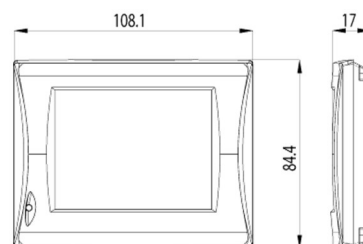

Рисунок 3 - Пульт управления
3.3.1 При подаче электропитания на вентиляционную установку прозвучит звуковой сигнал, оповещающий о готовности к работе, затем ВУ перейдет в дежурный режим. Управление установкой осуществляется с пульта управления (Рисунок 3).